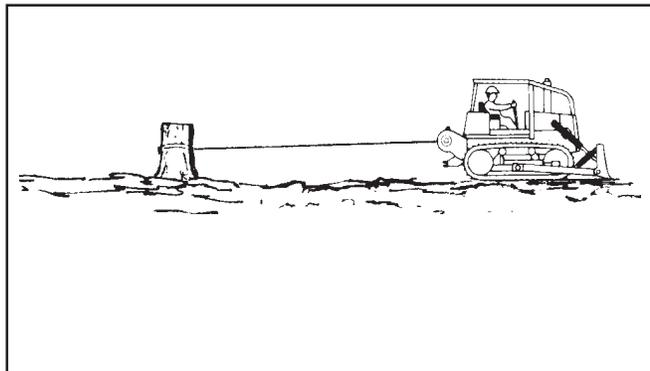

Figura 10 - Remolque de un vehículo averiado (Paso A)
A. Un tractor o patín a menudo pasa por áreas donde las condiciones de tracción son malas. Un vehículo equipado con un cabrestante puede usarse para salir por sí solo del lodo o de otras áreas donde no se puede mover usando sólo ruedas de tracción u orugas. Vea la Figura 10. Use el procedimiento siguiente: